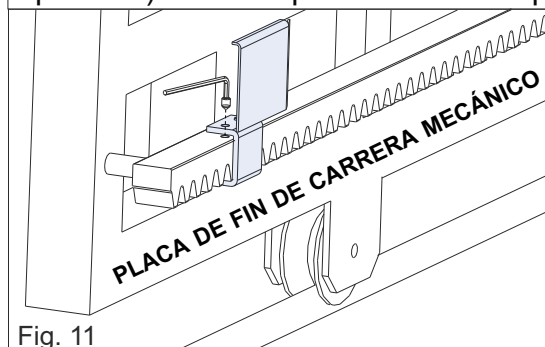
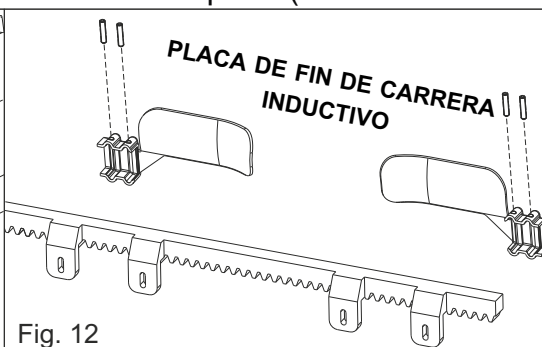
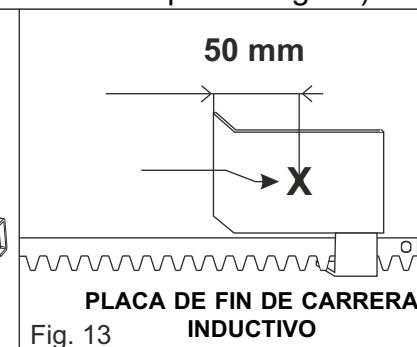
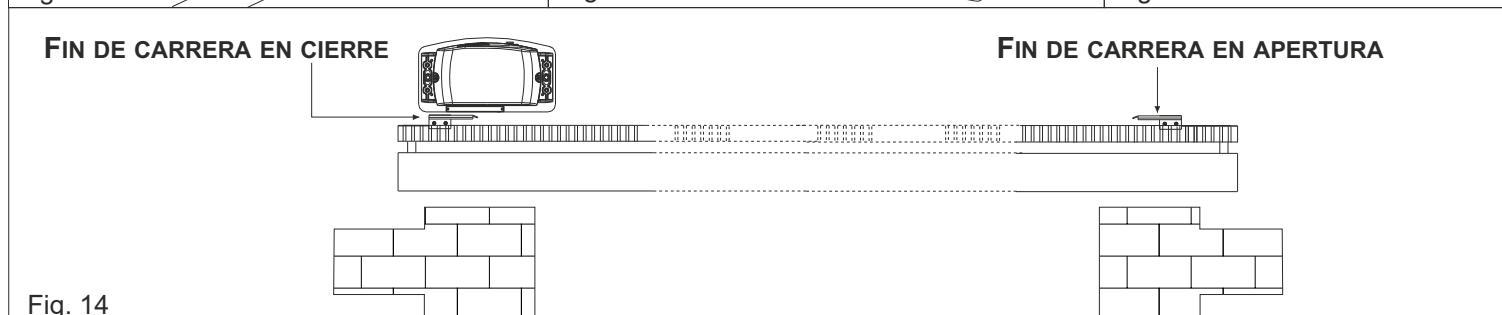

Fig. 11
Fig. 12
Fig. 13
Fig. 14
- **FINAL DE CARRERA MECÁNICO:** posicionar la placa (Fig. 11) en la cremallera según la posición deseada de final de carrera (Fig. 14); fijar la placa en la cremallera con los tornillos suministrados.
- **FINAL DE CARRERA INDUCTIVO:** posicionar la placa (Fig. 12) en la cremallera según la posición deseada de final de carrera (Fig. 14); fijar la placa en la cremallera con los tornillos suministrados. Llevar la placa de apertura del dispositivo de fin de carrera inductivo (indicada por una flecha en el dispositivo a bordo del operador) en correspondencia con el punto «X» de la placa (50 mm del lado doblado de la placa - Fig. 13).
- **FINAL DE CARRERA INDUCTIVO:** posicionar la placa (Fig. 12) en la cremallera según la posición deseada de final de carrera (Fig. 14); fijar la placa en la cremallera con los tornillos suministrados. Llevar la placa de cierre del dispositivo de fin de carrera inductivo (indicada por una flecha en el dispositivo a bordo del operador) en correspondencia con el punto «X» de la placa (50 mm del lado doblado de la placa - Fig. 13).